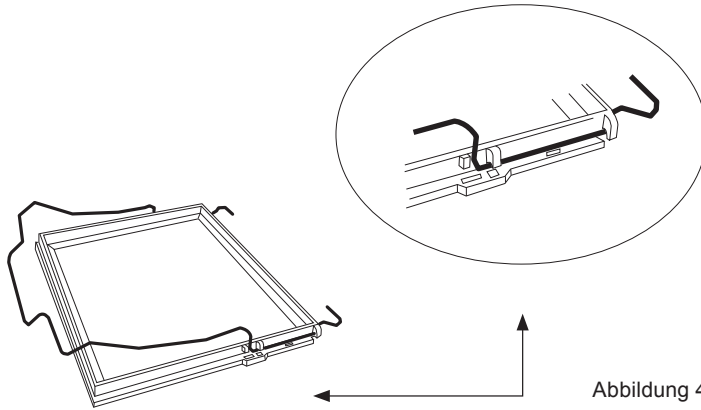

Abbildung 4
1. Setzen Sie die Sperrfeder, wie in Abbildung 4 gezeigt, in die Führung des Tragrahmens ein, jedoch nur auf einer Seite.